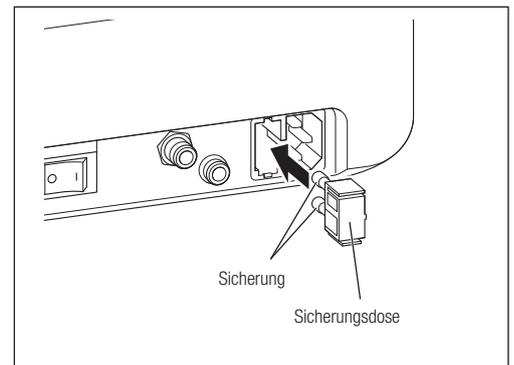

Abb. 60
- 3) Entfernen Sie die Sicherungsfassung von der Rückseite der Steuereinheit, während Sie die Pins an beiden Seiten nach innen gedrückt halten (Abb. 60).